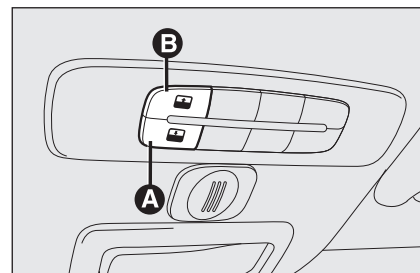
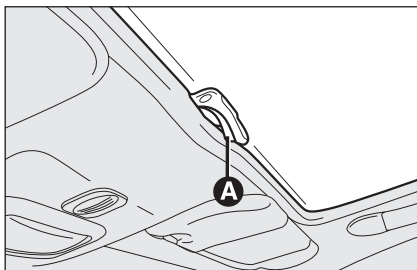

fig. 40
fig. 41
Il tetto apribile ad ampia vetratura è composto da un pannello in vetro dotato di una tendina parasole a movimentazione manuale. La tendina può essere utilizzata nelle posizioni “tutta chiusa” e “tutta aperta” (non ha posizioni fisse intermedie). Per aprire la tendina: premere il dentino **A-fig. 41**, svincolarla ed accompagnarla fino alla posizione “tutta aperta”. Per chiuderla seguire il procedimento inverso.
Il tetto apribile ad ampia vetratura è composto da un pannello in vetro dotato di una tendina parasole a movimentazione manuale. La tendina può essere utilizzata nelle posizioni “tutta chiusa” e “tutta aperta” (non ha posizioni fisse intermedie). Per aprire la tendina: premere il dentino **A-fig. 41**, svincolarla ed accompagnarla fino alla posizione “tutta aperta”. Per chiuderla seguire il procedimento inverso. Il funzionamento del tetto apribile avviene solo con chiave di avviamento in posizione **MAR**. I comandi **A-B fig. 40** posti su plancia dedicata vicino alla plafoniera anteriore, comandano le funzioni di apertura/chiusura tetto apribile.
Premere il pulsante **B-fig. 40** e mantenerlo premuto, il pannello vetro anteriore si porterà in posizione “spoiler”; premere nuovamente il pulsante **B-fig. 40** e, agendo sul comando per più di mezzo secondo, si innescerà il movimento del cristallo del tetto che prosegue automaticamente fino a fondo corsa; il cristallo del tetto può essere fermato in una posizione intermedia agendo nuovamente sul pulsante.
Dalla posizione di apertura completa, premere il pulsante **A-fig. 40** e, se si agisce sul pulsante per più di mezzo secondo, il cristallo anteriore del tetto si porterà automaticamente in posizione "spoiler"; agendo nuovamente sul pulsante, il cristallo del tetto si ferma in posizione intermedia; premere nuovamente il pulsante **A-fig. 40** e mantenerlo premuto fino alla chiusura completa del pannello.
- ☐ premere il pulsante **A-fig. 40** in posizione di chiusura;